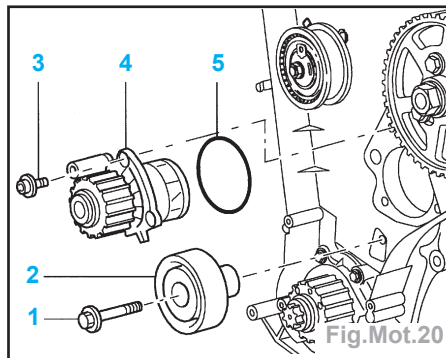

Fig.Mot.20
- Dévisser le galet de renvoi (2) (Fig.Mot.20).